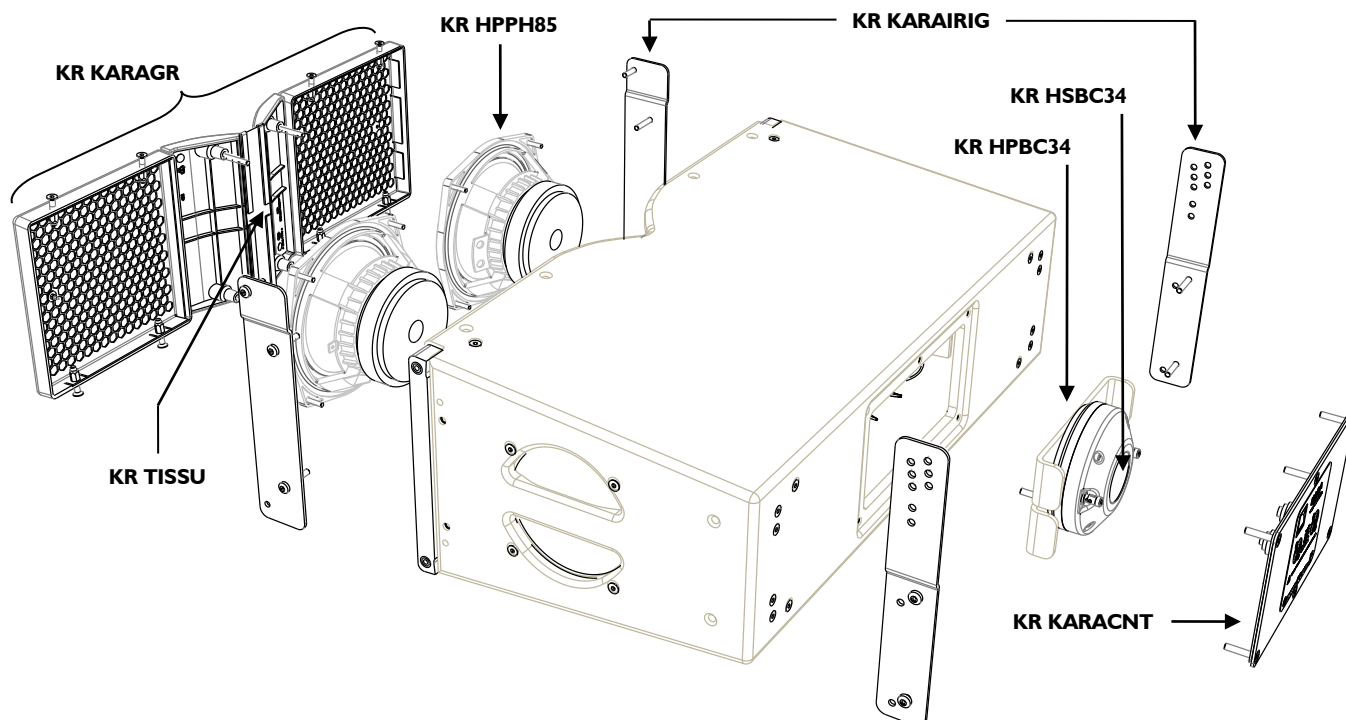

Figure 15 : Vue éclatée du KARAI
Les kits de remplacement (KR) disponibles pour l'utilisateur sont représentés en Figure 15 et listés dans le Tableau 6 avec référence aux procédures de maintenance correspondantes. Le Tableau 7 est la liste des outils et du matériel recommandés pour la réparation du KARAI (non inclus).